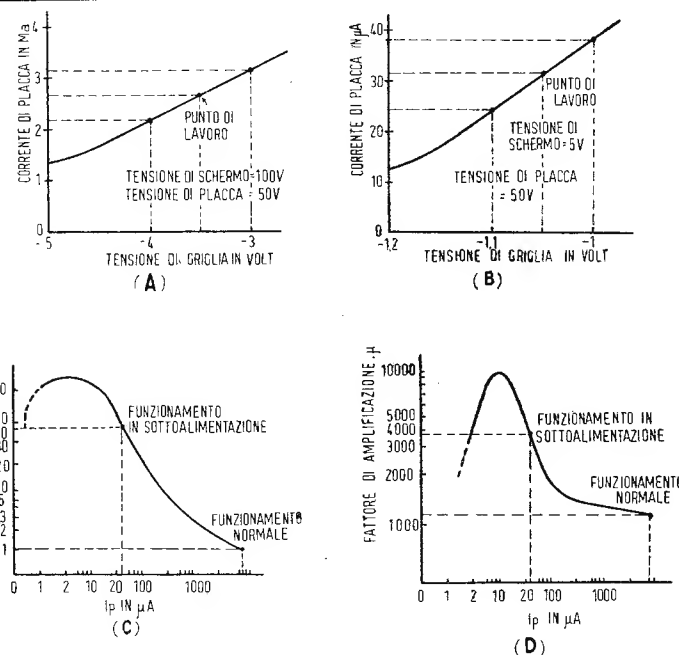

Fig. 2. - Diminuzione di G_m , aumento di R_b ed aumento di μ dovuto all'adozione del circuito sottoalimentato.
1) Ottenuta per resistore catodico, vedi fig. 2
Fig. 2. - Impiego del tubo 6BN6 in circuito limitatore-rivelatore di frequenza per MF. Il circuito oscillatorio accordato sulla frequenza intermedia connesso alla griglia *G3* (quadratura) deve avere un fattore di bontà *Q* il più alto possibile (vedi ad es.: la Tab. I per la frequenza di 4.5 MHz).
La distorsione ove si inserisca il resistore di 300 ohm in serie con la placca (fig. 2), non supera l'1%. Se il resistore è omissso la distorsione sale al 3%. Tensioni più elevate per l'anodo e per l'acceleratore possono essere usate purché sia soddisfatta una certa proporzionalità tra le tensioni applicate ai due elettrodi. La tensione anodica di alimentazione dovrà soddisfare la seguente relazione:
| Q indutt. L (fig. 2) | Resist. dinamica | Uscita B.F.Veff. |
Nella figura 2 A si può rilevare la relazione tra la tensione alla griglia di controllo e la corrente di placca di una valvola 6SJ7 presentante un potenziale di griglia schermo di 100 volt. La fig. 2 B mostra le caratteristiche corrispondenti della stessa valvola funzionante con un potenziale di griglia schermo di 5 volt, ciò che porta il tubo ad essere sottoalimentato. La transconduttanza per quanto riguarda le condizioni della fig. 2 B è assai più bassa nei confronti dell'impiego di cui in fig. 2 A (circa 100 micromhos invece di 1.300). La resistenza di placca, esposta in fig. 2 C viene aumentata con la diminuzione della corrente di placca causata dalla sottoalimentazione. Secondo le normali condizioni di lavoro di circa 2 mA tale resistenza è di 1,5 Megaohm. Nelle condizioni di sottoalimentazione, con una corrente di placca di 20 microampere, la resistenza di placca è su di un valore vicino ai 40 Megaohm. La figura 2 D mostra come il fattore di amplificazione μ , e cioè il prodotto della transconduttanza per la resistenza di placca, cresca con l'aumento della sottoalimentazione da un valore attorno ai 1.200 ad un valore superiore agli 8.000 (a 10 microampere) e quindi cada rapidamente non appena la valvola diventi eccessivamente sottoalimentata.